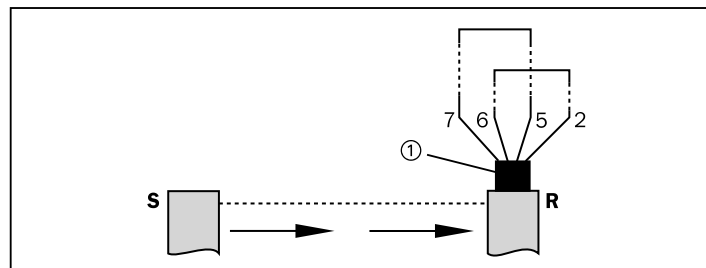

Abb. 5-13: C 2000/M 2000 mit deaktivierter Wiederanlaufsperr
**Hinweis** Soll die Lichtschanke ohne Wiederanlaufsperr betrieben werden, müssen die Anschlüsse des Erweiterungssteckers am Empfänger entsprechend *Abb. 5-13* im Schaltschrank verdrahtet werden. Zur Deaktivierung der Wiederanlaufsperr kann aber auch ein vorkonfektionierter Stecker (Bestell.-Nr. 6 021 238, siehe *11.1 Zubehör*) auf den Erweiterungsstecker aufgesteckt werden.